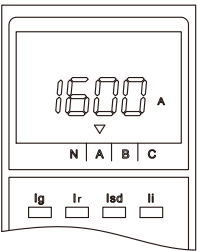

图36 A相电流显示界面
① 缺省状态：缺省状态即为测量状态，故障指示灯都灭，控制器处在无按键操作，显示最大电流。在缺省状态若按“→”，循环显示L1、L2、L3(LN)、Lg电流值。示例图见图36